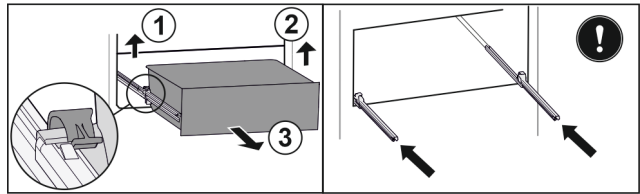

Fig. 75
- ▶ Linke Klemme anheben und gleichzeitig Schubfach links nach vorne ziehen. Fig. 75 (1)
- ▶ Rechte Klemme anheben und gleichzeitig Schubfach rechts nach vorne ziehen. Fig. 75 (2)
- ▶ Schubfach nach vorne entnehmen. Fig. 75 (3)